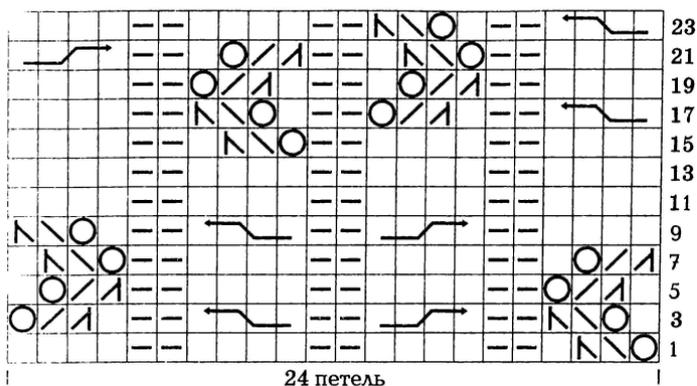

Рис. 74. Схема рельефного узора для вязания пуловера
**Рельефный узор на однофонтурной машине:** разметьте раппорты узора так, чтобы две центральные петли были изнаночными и вяжите по схеме (рис. 74). Работайте двуигольным деккером, выполняя перемещение петель в ажурном мотиве и «косички». Для изнаночных дорожек распускайте и поднимайте петли петлеуловителем с изнаночной стороны.
*Рельефный узор на двухфонтурной машине:* вяжите на двух фонтурах двулицевой гладью, при этом на задней фонтуре в первом ряду выполните расстановку — перенесите две петли на нижнюю фонтурку, пустые иглы задвиньте в заднее нерабочее положение, 4 иглы с петлями и т. д. Иглы передней фонтурки в рабочей зоне — все в работе. Вяжите по схеме (рис. 74) выполняя «косички» и ажурные мотивы двуугольным деккером.